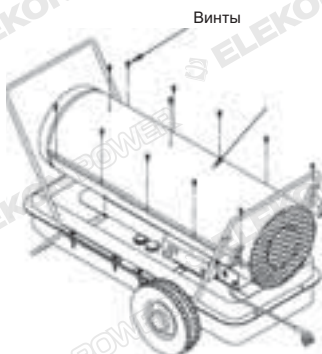

Рис. 7. Снятие верхнего кожуха
Выкрутите все винты как показано на рис.7 и снимите верхнюю часть кожуха.
- Снимите верхний кожух (см. рис.7)
- Снимите верхний кожух (см. рис.7).
- Снимите верхний кожух (см. рис. 7).